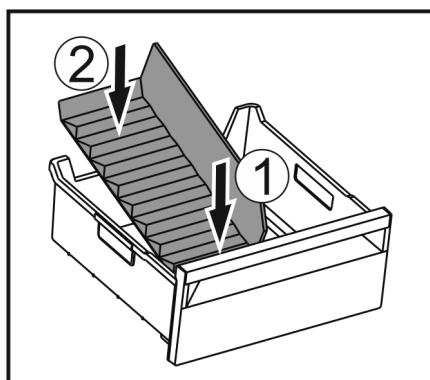

Fig. 49
- Ločilni element vstavite najprej s sprednjim delom Fig. 49 (1).
- Spustite zadnji del Fig. 49 (2).